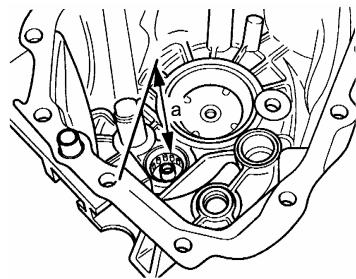

图 12-72 滚柱套筒安装位置
(3) 滚柱套筒的安装位置应保证图 12-72 中尺寸  $a=216\text{mm}$ 。